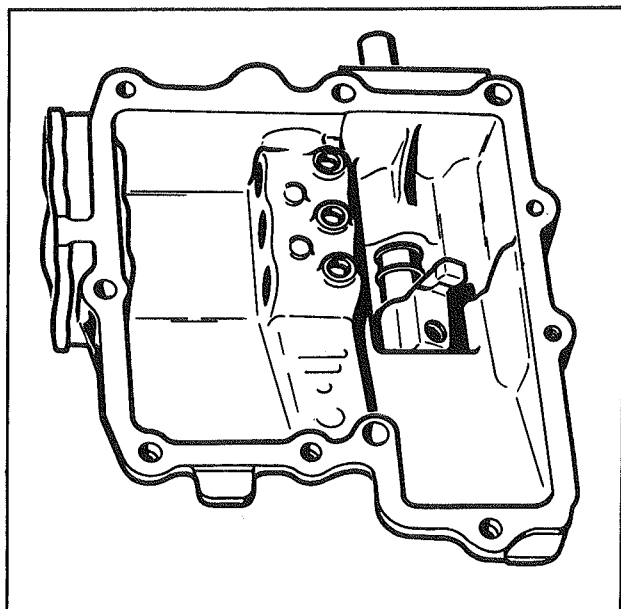

Fig. 5
- Positionner et fixer le levier de commande des fourchettes sur son axe, doigt côté sortie d'axe (fig. 5).